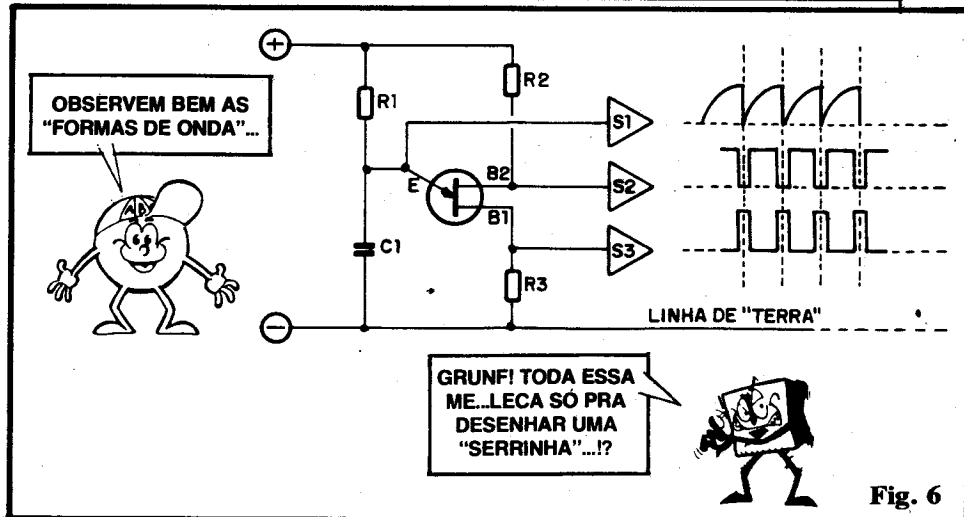

Fig. 6
- FIG. 6 - Quando estudamos a Corrente Alternada (ABC nº 3) e os Transístores Bipolares como Osciladores (ABC nº 8), tomamos contato com as chamadas representações gráficas das "Formas de Onda", que nada mais são do que uma forma de "desenhar" os níveis de tensão (com referência um eixo vertical) em função do tempo (referenciado por um eixo horizontal, nas figuras...). Vamos,